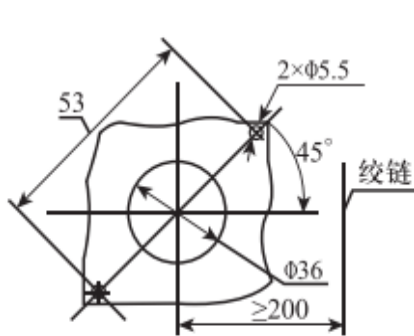
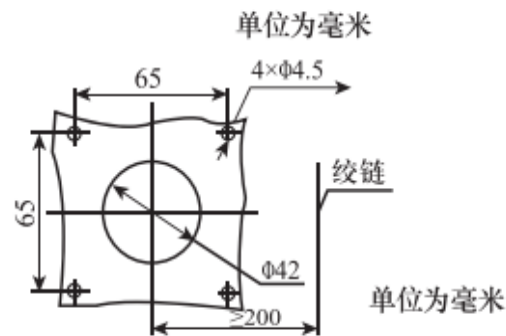

图6a 圆形手柄门板开孔尺寸
图6b 方形手柄门板开孔尺寸
- a)安装前，开关柜门板上操作机构的手柄开孔位置应该根据所选的断路器操作机构的形式确定其相对位置（开孔中心离铰链中轴心线的距离不小于200mm），门板开孔尺寸有圆形和方形两种，图6a和图6b；